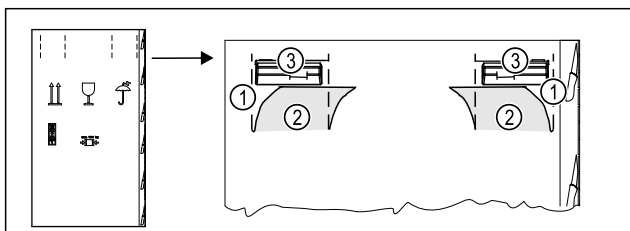

Fig. 6
- ▶ Удерживайте устройство за ручки для переноски Fig. 6 (3).
- ▶ Вдавите упаковочный картон сверху по перфорации Fig. 6 (1).
- ▶ Извлеките вдавленные клапаны Fig. 6 (2).
- ▶ Можно увидеть ручку для переноски Fig. 6 (3) справа и слева.